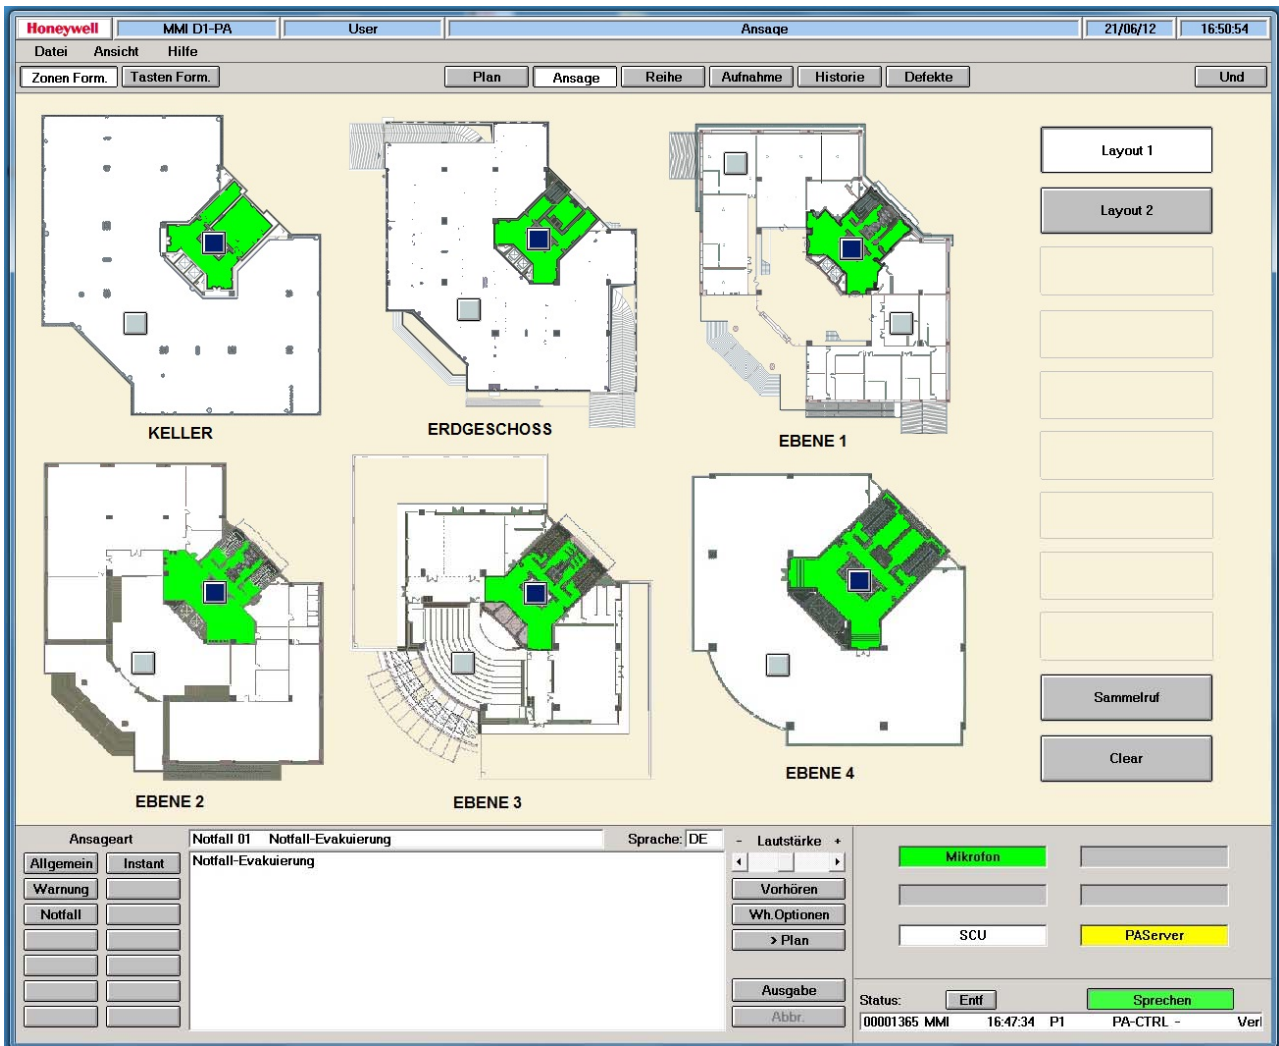
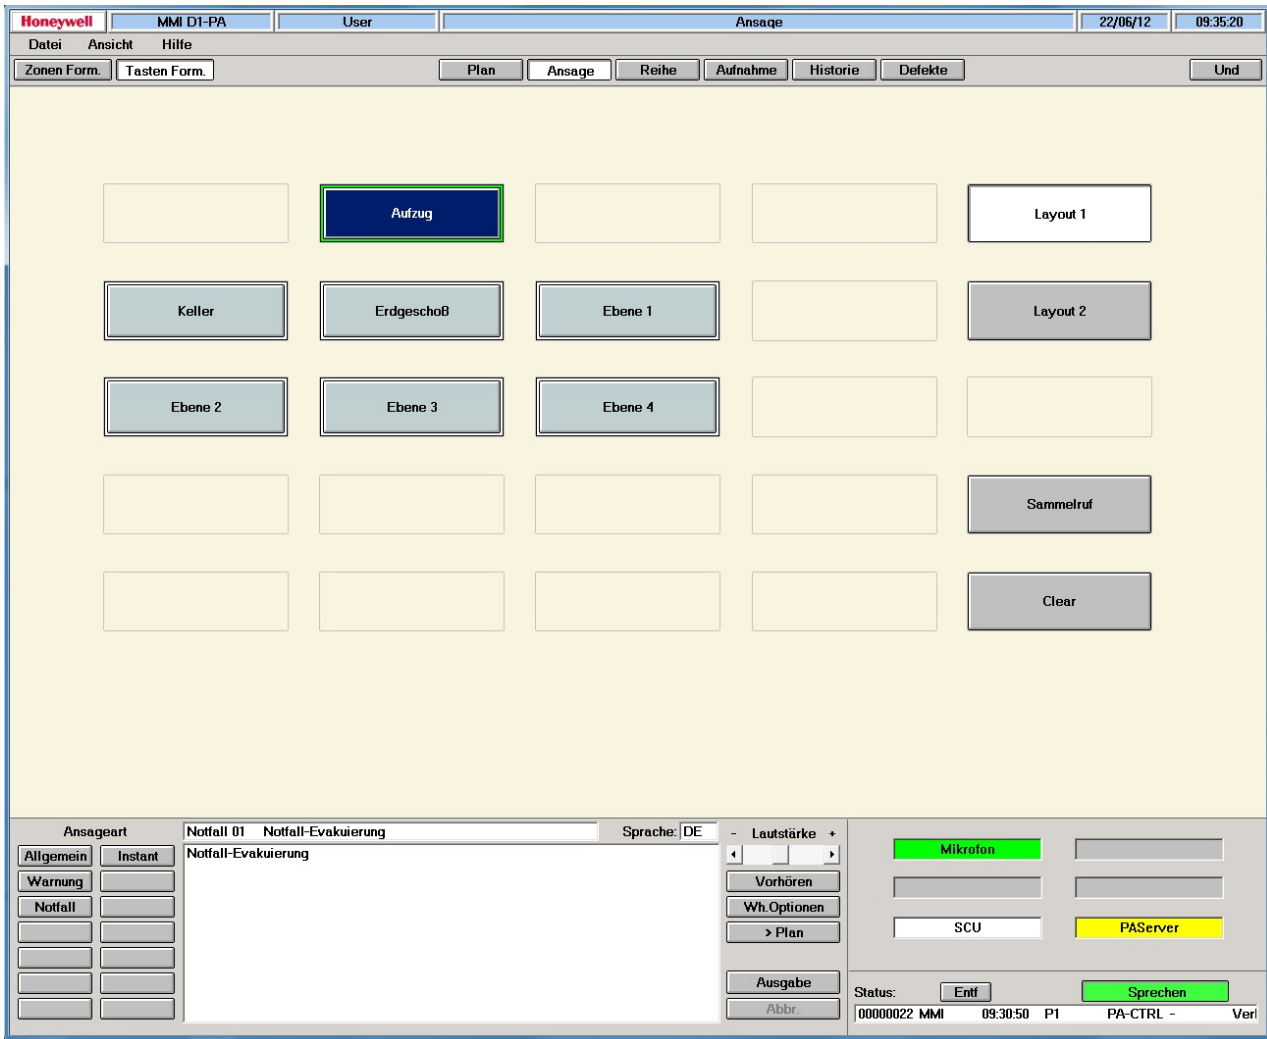

Abb. 26: Layout 1, Zonenansicht im grafischen Format
Abb. 27: Layout 1, Zonenansicht des im Tastenformat
Zonenauswahlfenster, grafisches Format, Layout 1 (siehe Abb. 26):
Zonenauswahlfenster, Tastenformat, Layout 1 (siehe Abb. 27):
Zustandsanzeigefenster, Layout 1 und 2 (Abb. 26, 27, 28):
- Zur Zeit des Screen-Shots in (Abb. 26, 27) wurde über das Sprechstellenmikrofon des PAMMI Plus gesprochen, daher die Grünfärbung des Zustandsanzeigefelds „Mikrofon“
Sprechtaste in Abb. 26 und Abb. 27: